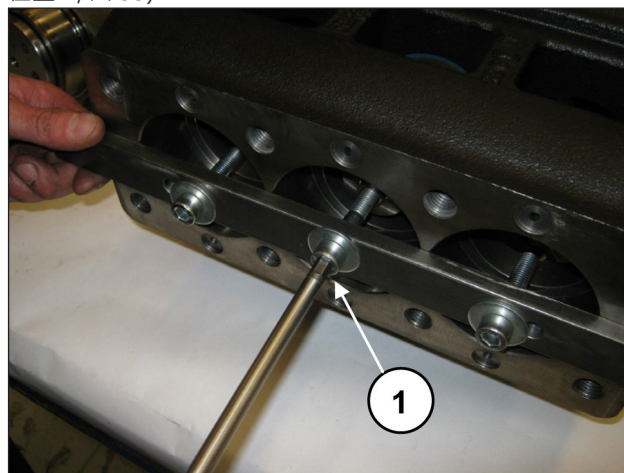
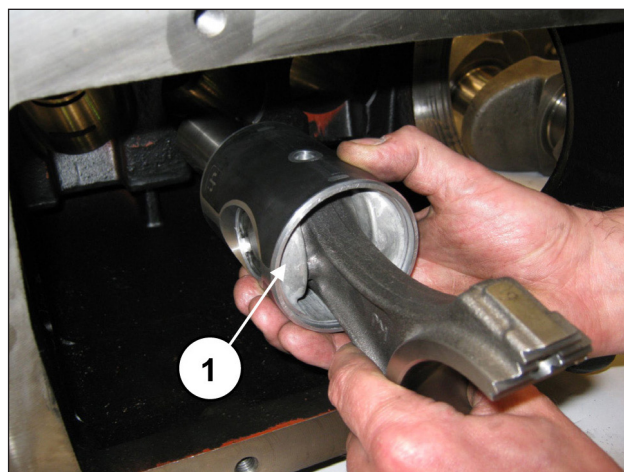

图 32
图 33
如有必要，更换一或多个连杆或柱塞导承，应操作如下：拧松工具（代码 27566200）的螺栓以松开连杆（位置①，图 32）；接着从泵壳后方开口处抽出连杆/柱塞导承组件（位置①，图 33）。
确保曲轴箱已彻底清洁后，将半连杆/活塞导承组件插入曲轴箱管内(①，图 33)。
锁定三个组件，可利用编号为 27566200 的专用工具(①，图 32)。
拆除用于锁定连杆、编号为 27566200 的工具(位置①, 图 32)。